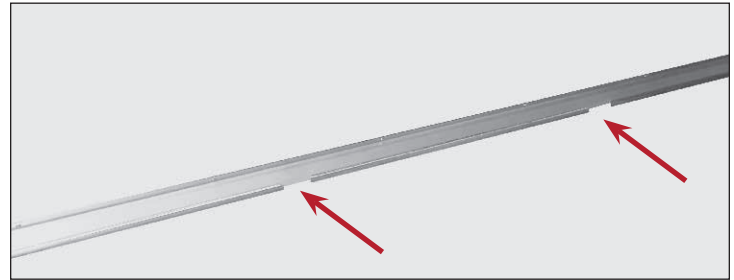

Fig. 1. Aberturas del riel de la puerta (SOLO aparatos de dos puertas).
- **Aparatos de dos puertas** Deslice la puerta delantera para que quede centrada en el aparato. Véanse las figs. 1 y 2.